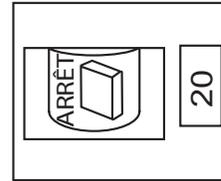

Figure 17. Disjoncteur principal (ARRÊT)
- Placer le disjoncteur principal (Figure 17) en position **ARRÊT**.